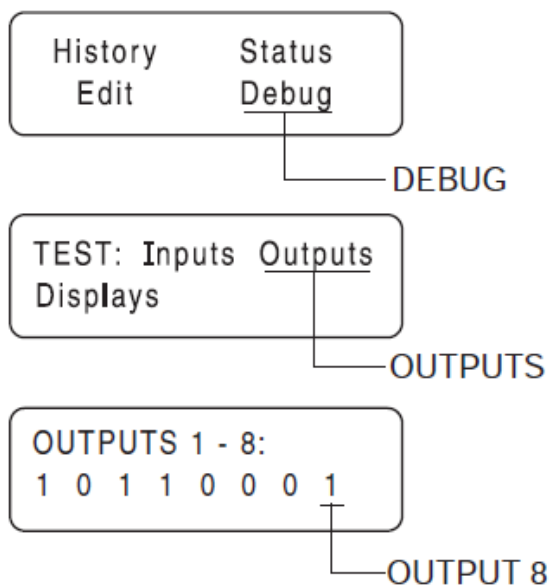

Рисунок 5. Домашняя страница, экраны устранения неполадок и выходных данных
- b) На цифровом дисплее отображения данных выполнить следующее (смотреть рисунок 5).
- (1) Для выхода в основное меню нажимать кнопку «ECS» (переход).
- (2) Нажимать правую кнопку с красной стрелкой, пока не будет мигать надпись «Debug» (исправление неисправности).
- (3) Нажать кнопку «Enter» (ввод).
- (4) Нажимать правую кнопку с красной стрелкой, пока не будет мигать надпись «Outputs» (выходные данные).
- (5) Нажать кнопку «Enter».
- (6) Цифровой вывод 8 является выходом провода 23 со схемной платы. Смотреть рисунок 5.
- (7) Если цифровой вывод 8 показывает «1», со схемной платы производится заземление провода 23. Заменить схемную плату.